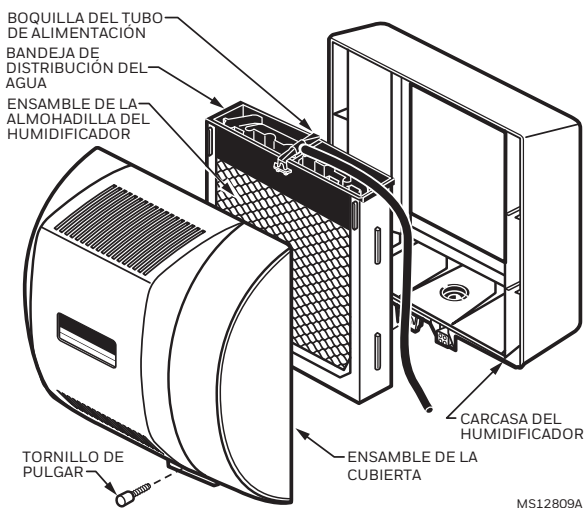

Fig. 17. Limpieza del humidificador.
2. Retire la cubierta del humidificador desenchufando el conector y aflojando el tornillo de pulgar. Tome la cubierta cerca de la parte inferior y hálala hacia usted. Consulte la Fig. 17.